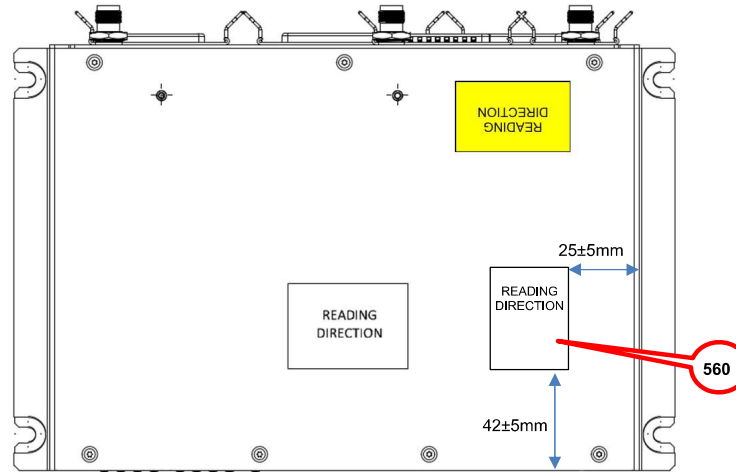

Figure 7-29
3. Install the FCC and ISED license label (560) on the Top Case of the unit as shown in Figure 7-29
Bringe das FCC and ISED License Label (560) in gleicher Position und Ausrichtung wie in Figure 7-29 dargestellt, auf dem Top Case der Unit an.